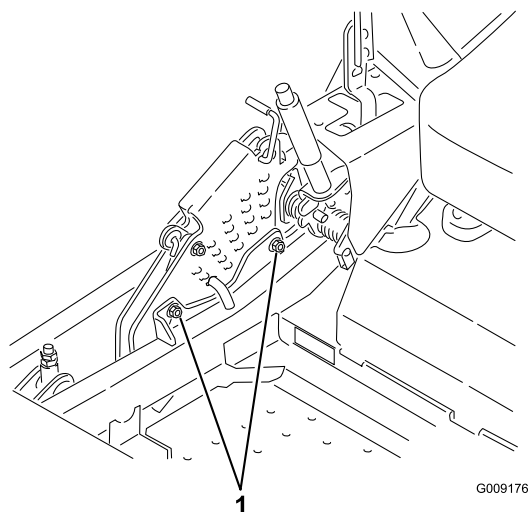

Bild 86
12. Zum Einstellen der zentralen Einstellung lösen Sie die zwei Schrauben unten an der Schnitthöhenplatte. Siehe Bild 86.
14. Ziehen Sie die Schrauben unten an der Schnitthöhenplatte an (Bild 86). Ziehen Sie sie auf 37 bis 45 Nm an.